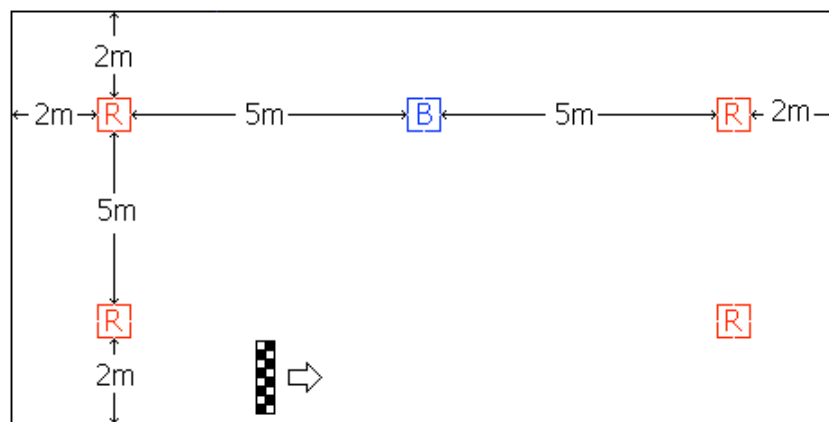

Figure 1 : circuit Régis Cacolac
La « nuit de la glisse » se déroule sur le nouveau circuit « Régis Cacolac ». Son plan est donné sur la figure 1. Il mesure 9m sur 14m et comporte 5 balises : 4 rouges (R) et une bleue (B). Les balises rouges seront à contourner par la droite et la bleue par la gauche.